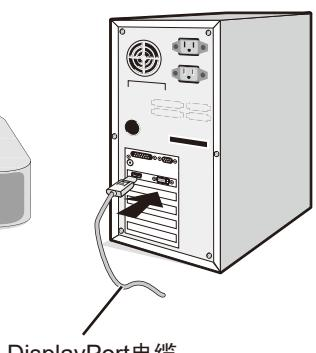

图 A.4
- 对于带有 **DisplayPort** 输出的 **PC**：将 DisplayPort 电缆连接至您系统的显卡接口（图 A.4）。